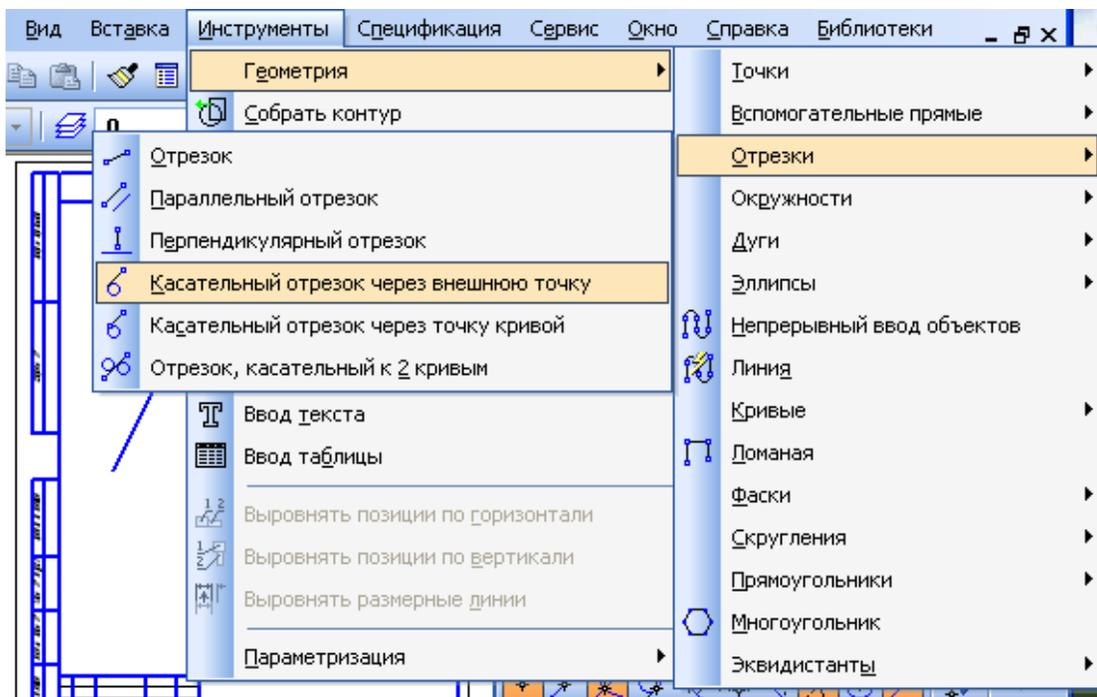

Рисунок 12. Порядок выбора инструмента *Касательный отрезок через внешнюю точку*.
2. Выберите инструмент *Касательный отрезок через внешнюю точку* (рис. 12).